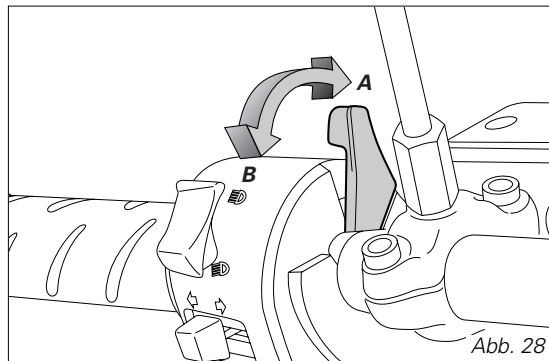

Abb. 28
2) Den Starterhebel in die Position (B) (Abb. 28) bringen.